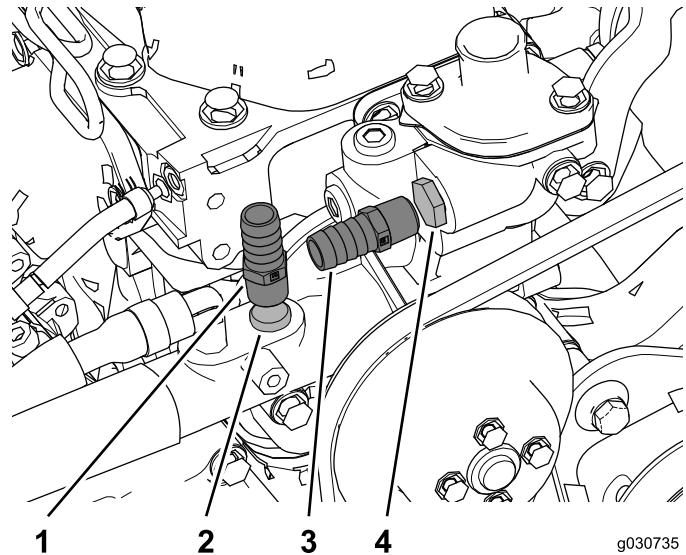

Figura 37
- Retire los tapones de las mangueras de suministro y retorno del calentador del motor e instale los acoplamientos dentados (3/8 NPT x 0,625), según se muestra en Figura 37.